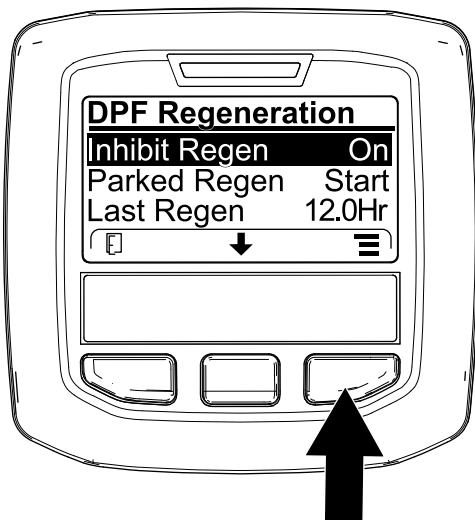
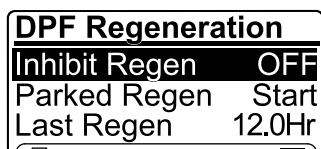

Figura 39
Figura 40
1. Accedete al menu DPF Regeneration, premete il pulsante centrale per scorrere il menu verso il basso fino all'opzione INHIBIT REGEN, quindi premete il pulsante destro per selezionare la voce Inhibit Regen (Figura 39).
2. Premete il pulsante destro per modificare l'impostazione dell'inibizione della rigenerazione da accensione a spegnimento (Figura 39) o da spegnimento ad accensione (Figura 40).